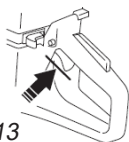

Рис. 13
- Убедитесь, что в положении холостого хода регулятор дросселя заблокирован, когда блокировка регулятора снята (рис. 13).